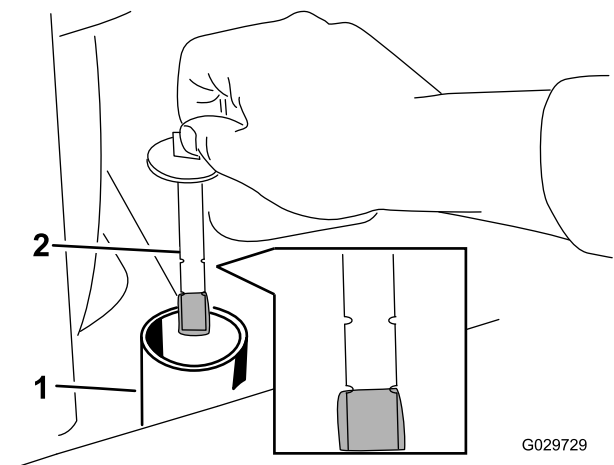

Figure 28
6. Enlevez le bouchon du goulot de remplissage et vérifiez le niveau de liquide sur la jauge (Figure 28).